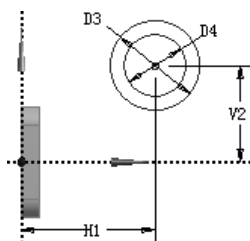

图 3.9.5 草图 2
(1) 绘制图 3.9.5 所示的草图 2。选择 ZXPlane 平面为草图平面，单击“New Sketch”按钮 ，绘制图 3.9.5 所示的截面草图，其中 $H1=72$ ， $V2=52$ ， $D3=48$ ， $D4=33$ 。